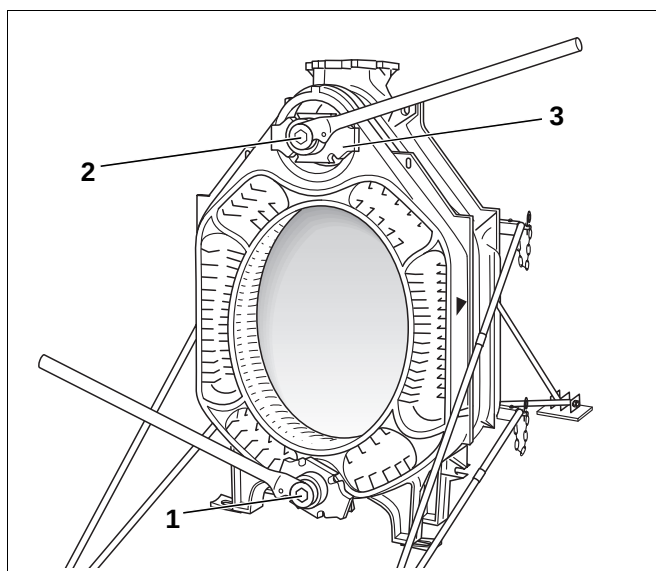

Fig. 16 Bruk av kjeltrekkeverktøyet
Bruk kjeltrekkeverktøy i størrelse 2.2 eller 2.3 (fig. 1 hhv. fig. 2 og fig. 16, pos. 1 og 2).
- Skyv trykkflensene (fig. 16, **pos. 3**) med spennmutter på trekkstengene (fig. 1 hhv. fig. 2, **pos. 4**).